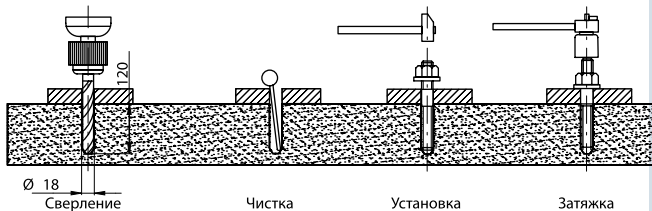

Рисунок 4 – Установка анкерных болтов
7. Буром по бетону диаметром 3/4" просверлите через крепёжные отверстия в опорной плите одной стойки отверстия в бетоне под анкерные болты (минимальная глубина 120 мм) и установите анкерные болты (рис. 4).